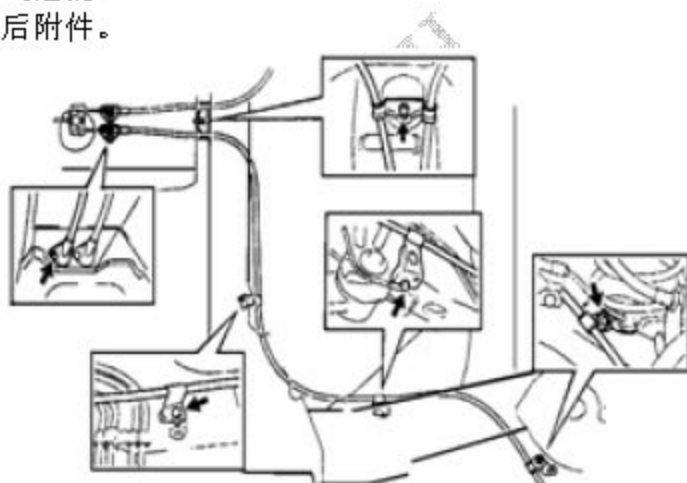

图 3-38
- 1). 安装 3 号驻车制动拉索组件，如图 3-38 所示。